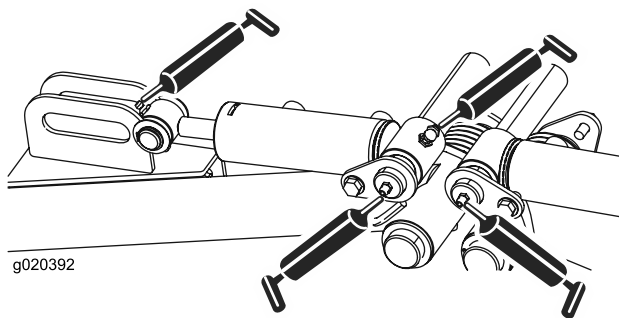

Figura 44
- Pivotes y cilindros de elevación de los brazos de elevación traseros (3 en cada) (Figura 44)